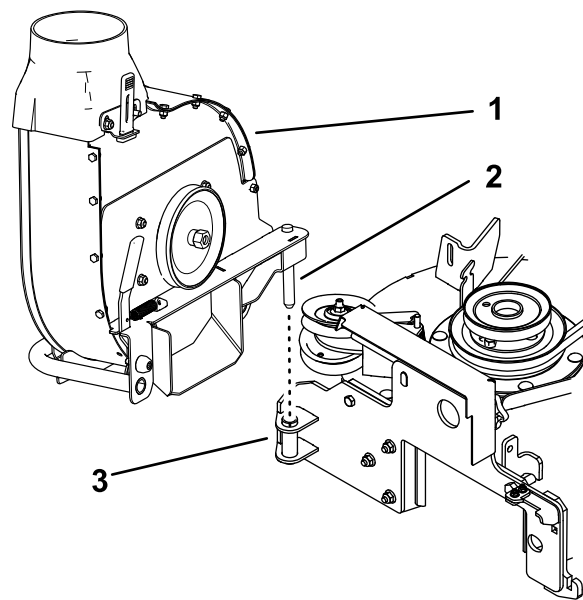

Figura 4
2. Inserte la pestaña del conjunto de soplador en el soporte de montaje del soplador, según se muestra en Figura 4. No enganche el soplador en el soporte del mismo.